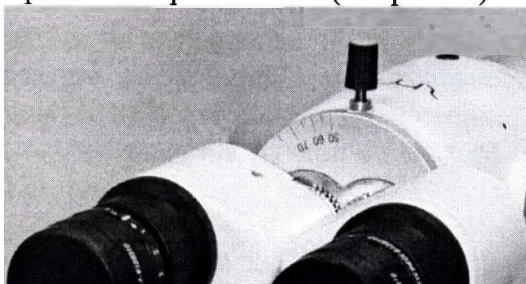

Рис. 11
5.3.4 Отрегулируйте межзрачковое расстояние и зафиксируйте с помощью винта фиксатора положение межзрачкового расстояния (см. рис.11).